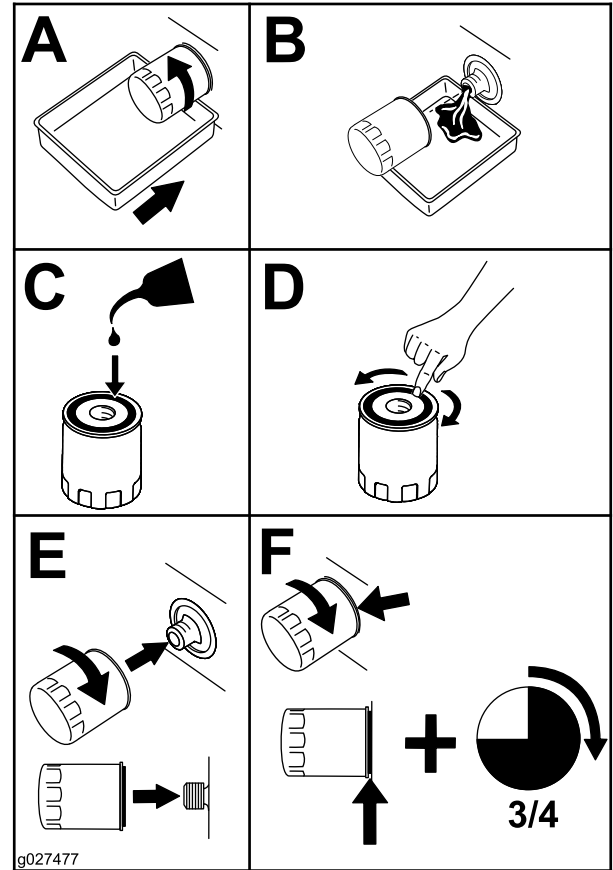

Figura 53
2. Sustituya el filtro de aceite del motor (Figura 53).